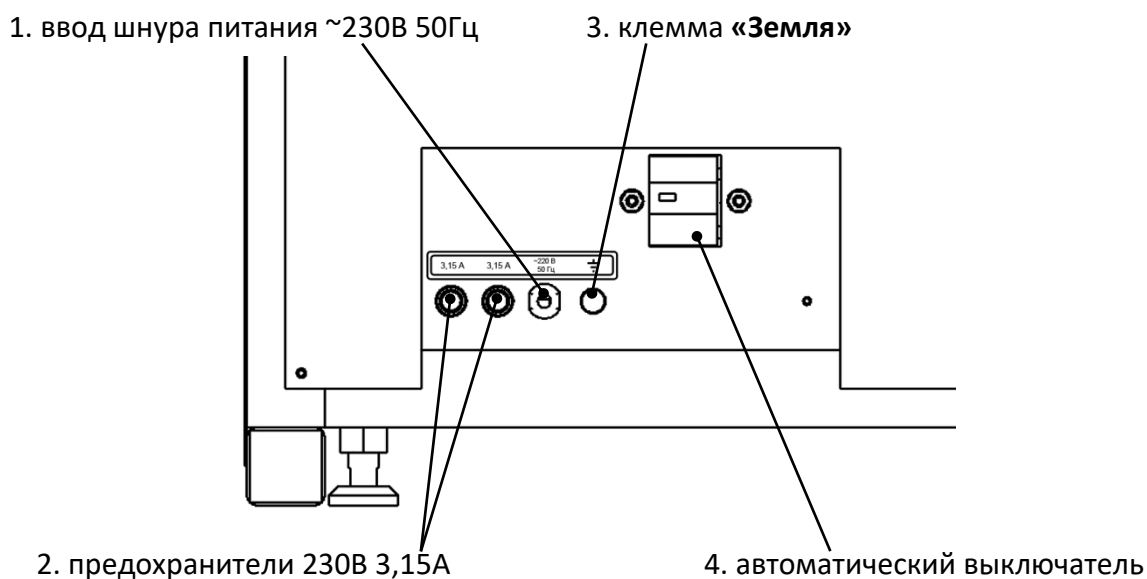

Рисунок 2 – Узел подвода питания
2.4.2.2 Машина подключается в сеть переменного напряжения ~230В, 50Гц. Узел подвода питания располагается на задней стенке корпуса машины (см. рисунок 2, страница 5).
3.1.3 Для подключения машины к системе *ЛинтеЛ®* ЛИНК¹ необходимо подключить антенну из комплекта принадлежностей к разъёму на правой стенке блока управления (см. рисунок 2, страница 5).